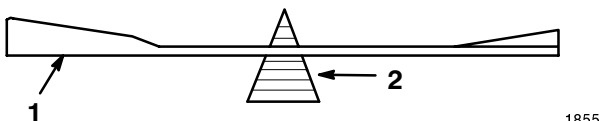

Abbildung 36
2. Die Balance des Schnitmessers auf einer Schnitmesserwaage überprüfen (Abb. 36). Wenn das Messer in horizontaler Position bleibt, ist es ausgewuchtet und kann weiter verwendet werden. Wenn es nicht ausgewuchtet ist, von der Rückseite des Messers etwas Metall abfeilen. Diesen Vorgang wiederholen, bis das Messer ausgewuchtet ist.